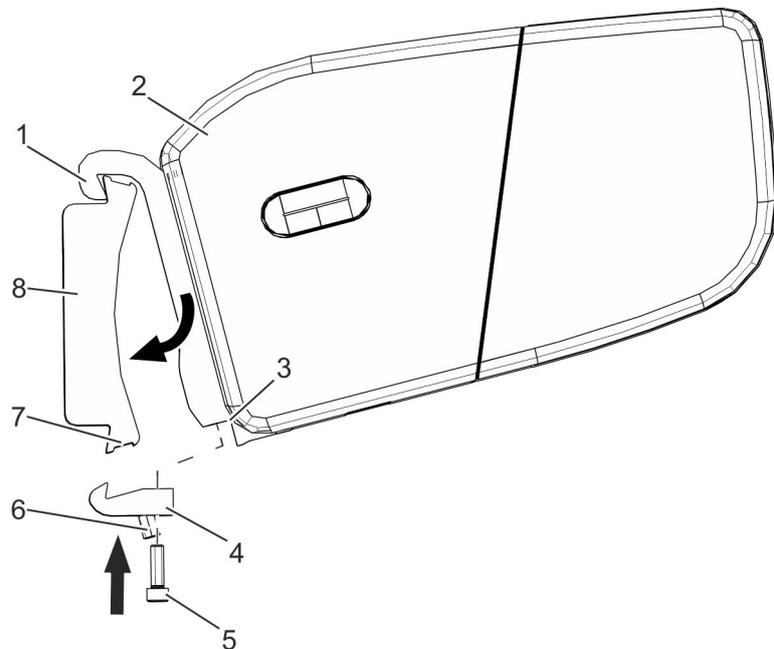

Abb. 13: Markise in Konsolen einhängen
1. Die Markise (Abb. 13/2) mit den Einhängekonsolen (Abb. 13/1) an der Konsole (Abb. 13/3) einhängen und vorsichtig absenken.
2. → Halter (Abb. 13/5) lagerichtig mit den Befestigungsschrauben (Abb. 13/6) lose in die Ausnehmung (Abb. 13/4) eindrehen.
4. → Befestigungsschrauben (Abb. 13/6) des Halters (Abb. 13/5) festdrehen.
5. → Gewindestifte M8×12 (Abb. 13/7) fest andrehen.